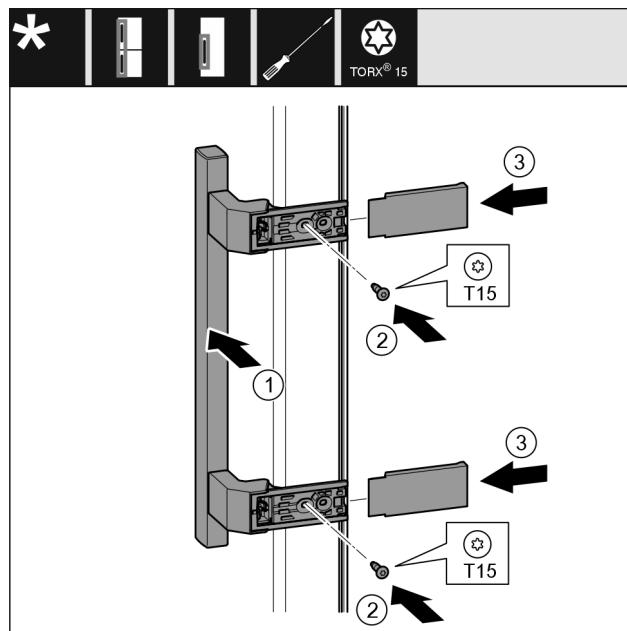

Fig. 22
- ▶ Vendosni dorezën Fig. 22 (1) në anën e kundërt.
- ▶ Mbërtheni fort vidat Fig. 22 (2) me kaçavidë.
- ▶ Vendosni kapakët mbulues Fig. 22 (3) anash dhe shtyjini.